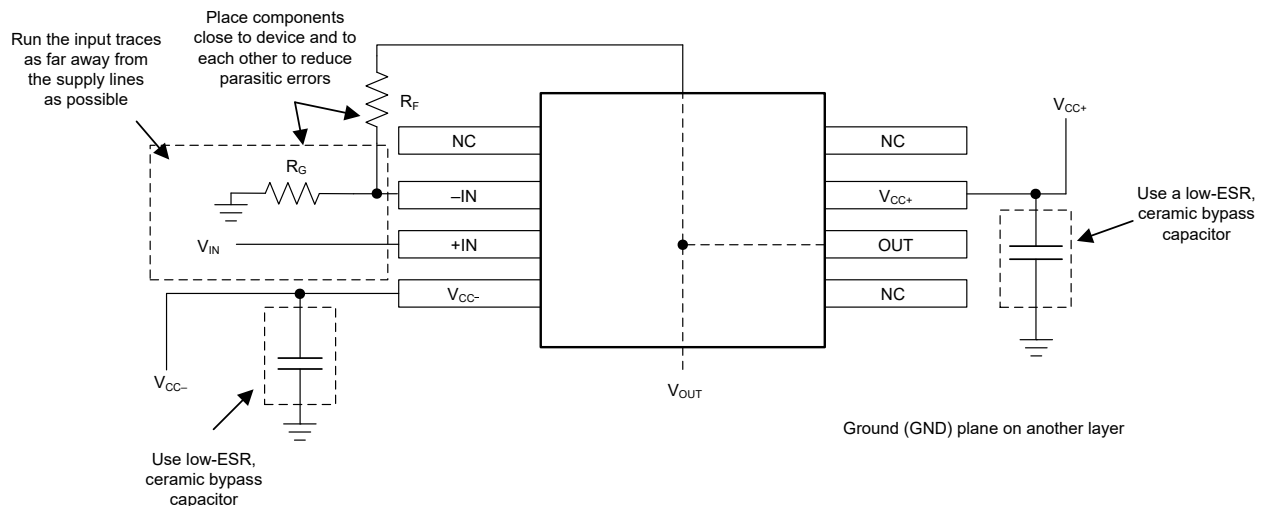

図 7-4. 非反転構成のオペアンプ基板のレイアウト
4. 外付け部品は、可能な限りデバイスに近く配置します。図 7-4 は、寄生容量を最小限に抑えるため、 $R_F$  と  $R_G$  は反転入力に近くに配置する方法を示します。